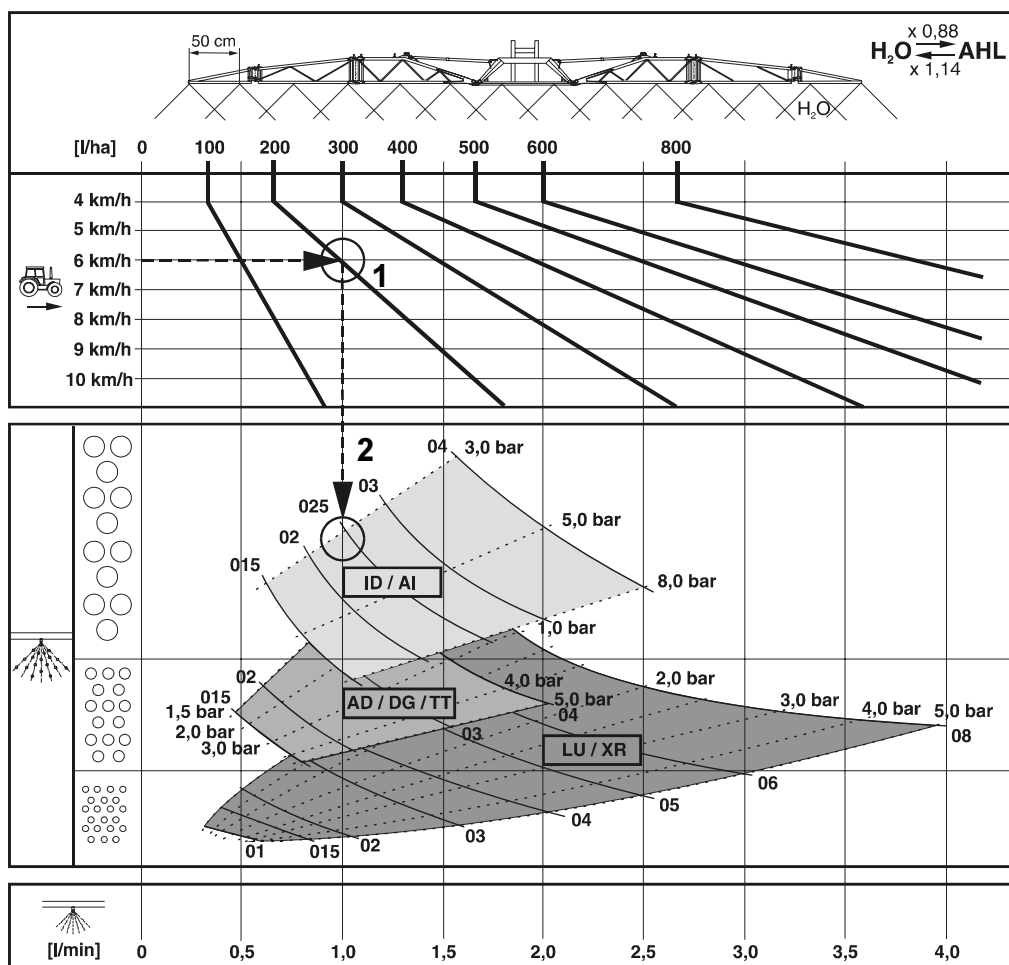

Рис. 167
1. Определите рабочую точку (Рис. 167/1) для необходимой нормы внесения жидкости [л/га] и предусмотренной скорости движения [км/час]
2. В рабочей точке проведите вертикальную линию (Рис. 167/2) вниз. В зависимости от положения рабочей точки эта линия пройдет через опознавательные плоскости сопел различных типов.